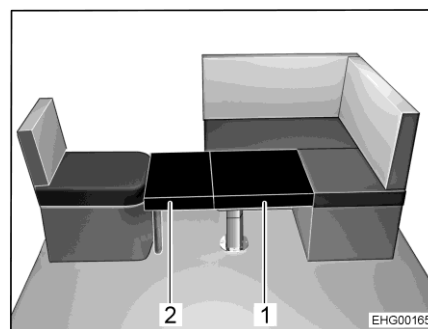
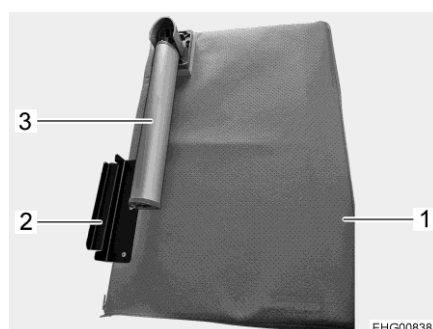

Fig. 126 Después de la transformación
Fig. 127 Tabla adicional
- Desplegar la pata de soporte (Fig. 127,3) en la tabla adicional (Fig. 127,1).
- Enganchar el soporte de fijación (Fig. 127,2) de la tabla adicional en el asiento individual y colocar el cojín adicional (Fig. 126,2) en el tablero de la mesa.
- Colocar el segundo cojín adicional (Fig. 126,1) sobre la tablero de la mesa.